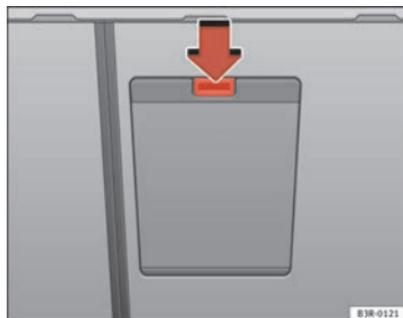

Fig. 117 Vue partielle de l'arrière des places arrière : cache du fourreau
- Appuyez sur la touche de déverrouillage du cache du fourreau ⇒ fig. 117 -flèche- et basculez le cache vers le bas.